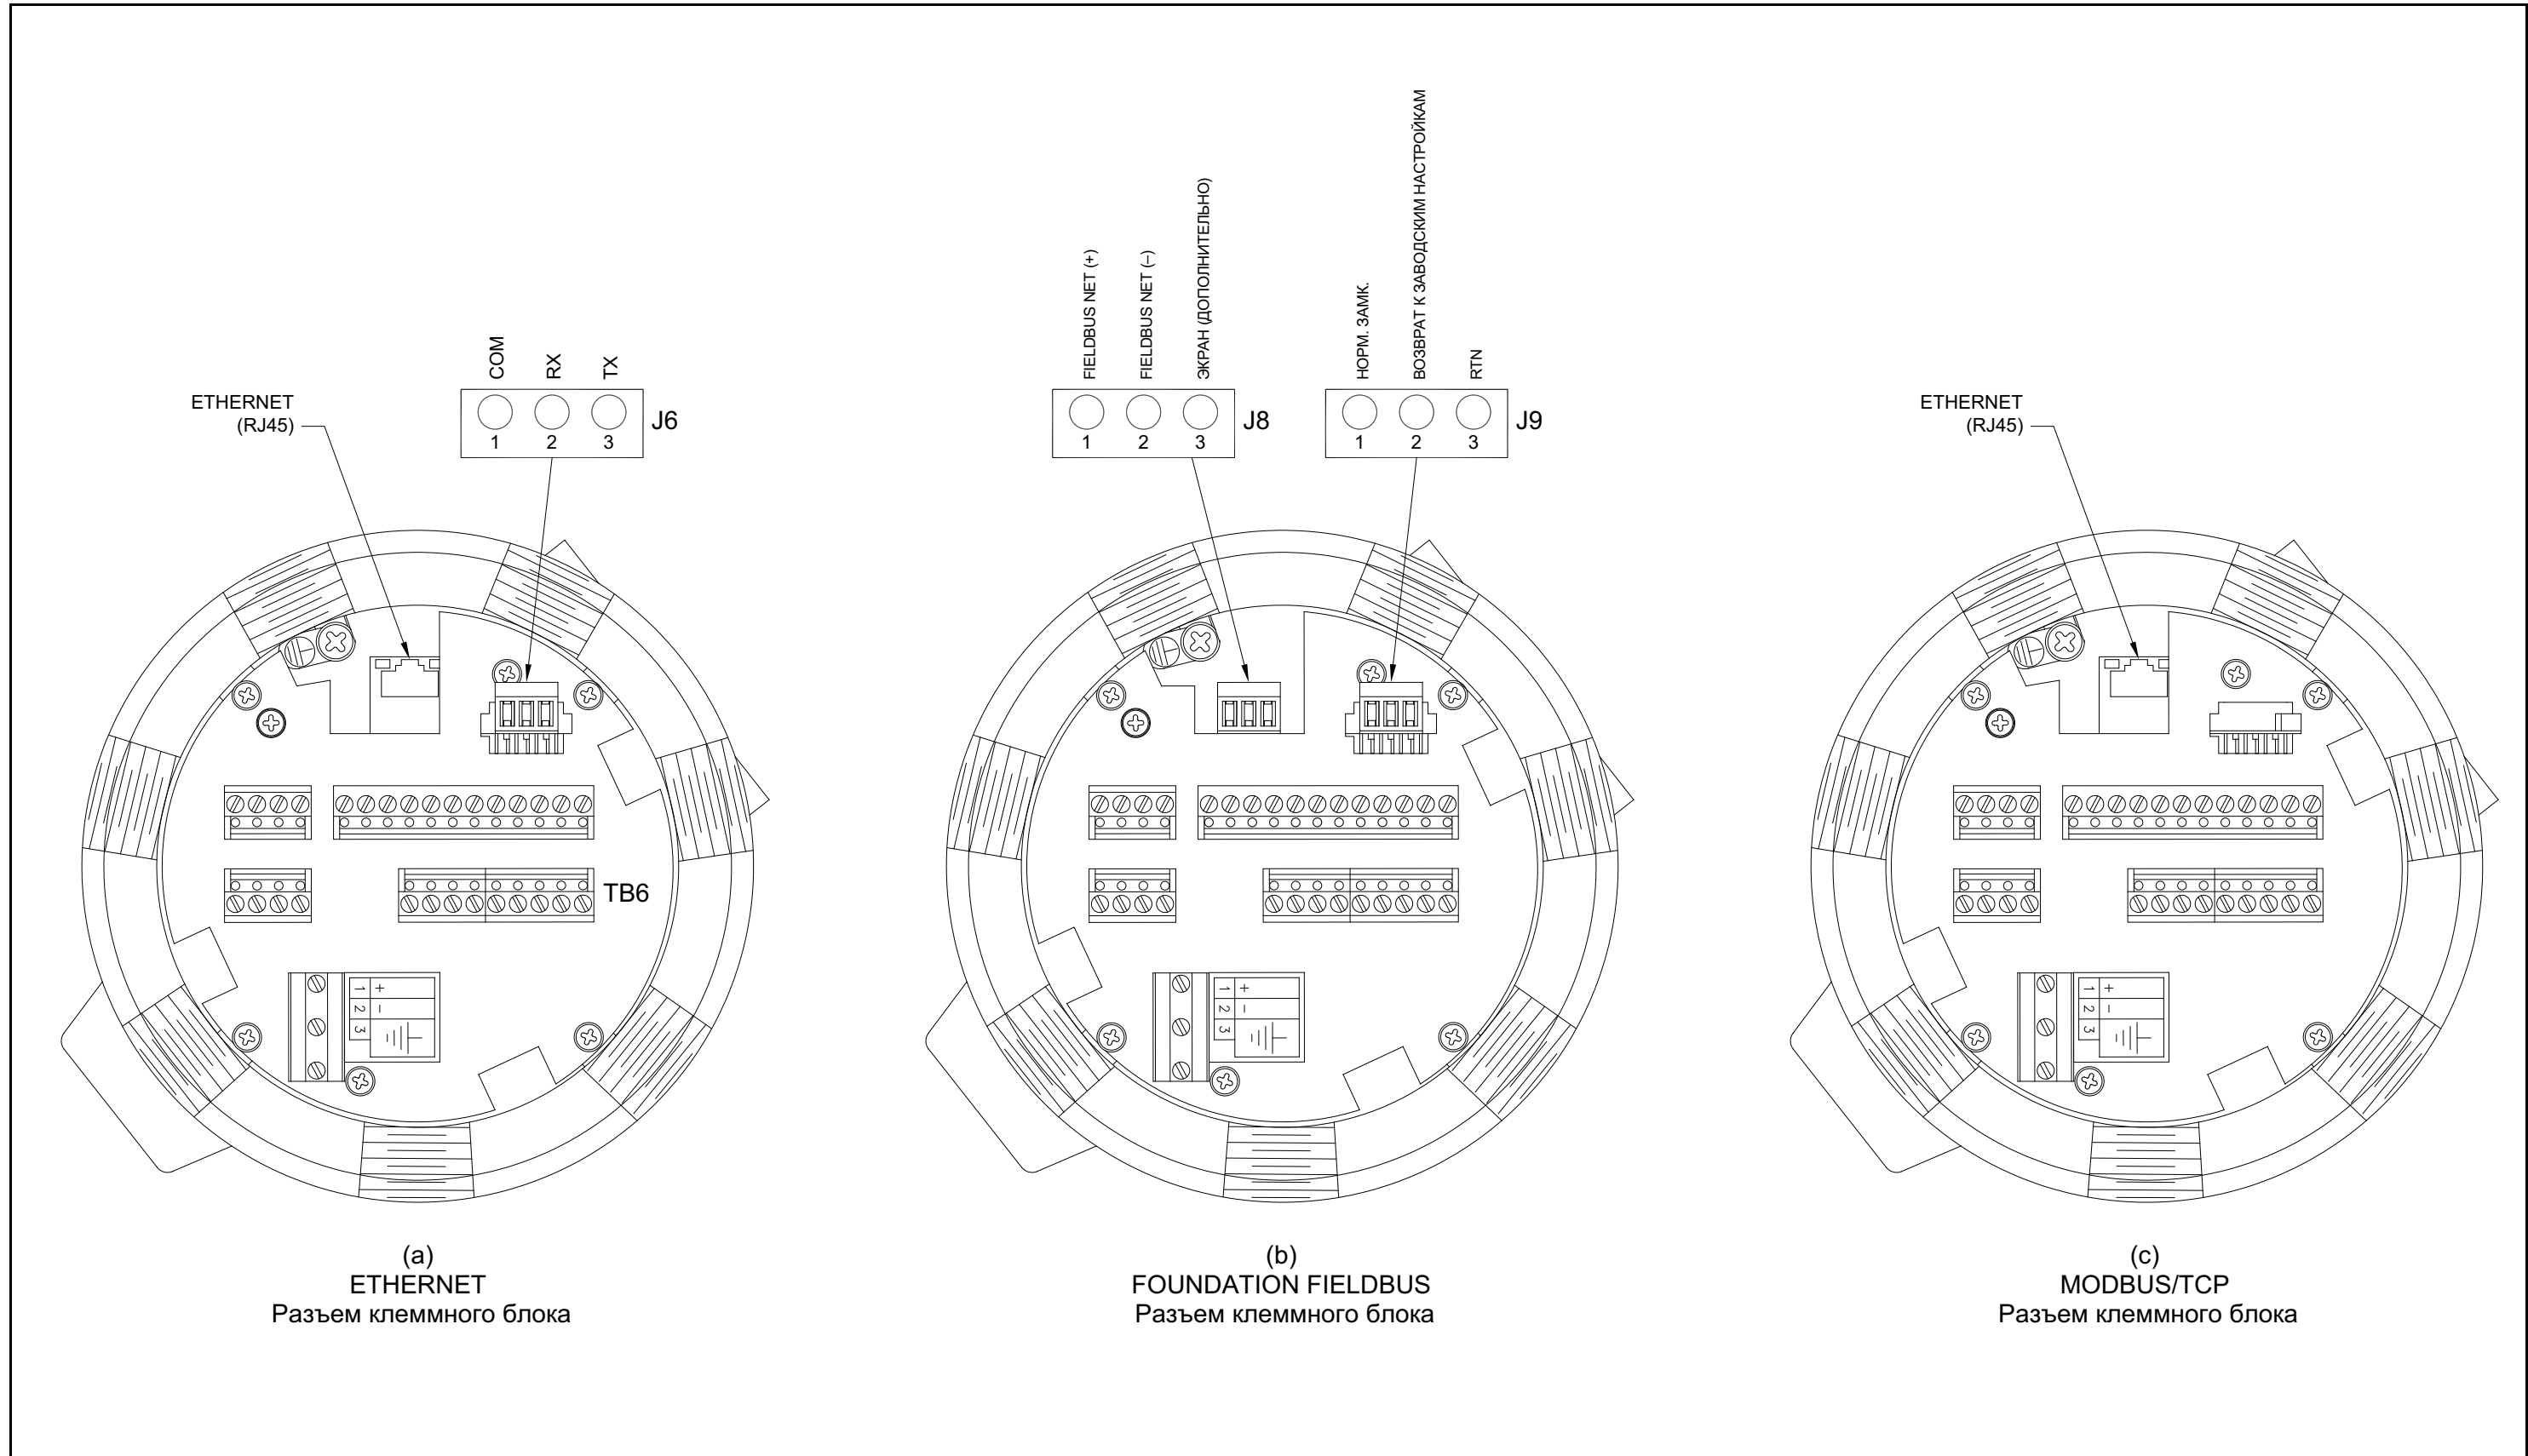

Рис. 11: Соединения клеммной колодки — Ethernet, сетевая шина Foundation Fieldbus и MODBUS/TCP
Покупатели могут также использовать модифицированное устройство XGF868i, в котором предусмотрен интерфейс MODBUS/TCP для связи с внутренней сетью. Дополнительная плата MODBUS/TCP с уникальным MAC (IP)-адресом (устанавливается только в Слот 2) снабжена коннектором RJ45. Для подключения к сети устройства XGF868i с функцией MODBUS/TCP вставьте разъем кабеля RJ45 в гнездо, проведите кабель через одно из отверстий кабельного канала, используя подходящий хомут, и подключите другой конец кабеля к сети Ethernet в соответствии с инструкциями производителя (см. *Рис. 11 на стр 25*).
Модифицированное устройство XGF868i может использовать Ethernet-интерфейс для связи с локальной сетью. Дополнительная плата Ethernet с уникальным MAC (IP)-адресом (устанавливается только в Слот 2) снабжена коннектором RJ45. Для подключения к сети устройства XGF868i с функцией Ethernet вставьте разъем кабеля RJ45 в гнездо, проведите кабель через одно из отверстий кабельного канала, используя подходящий хомут, и подключите другой конец кабеля к сети Ethernet в соответствии с инструкциями производителя. Между дополнительной платой Ethernet и разъемом RS232 на XGF868i обязательно требуется внешнее подключение, как показано в *Таблица 4* и *Рис. 11 на стр 25*.
Чтобы подключить интерфейс Foundation Fieldbus к устройству XGF868i, установите сетевые соединения на контактах 1 и 2 клеммной колодки J8, как показано на чертеже Y, *Рис. 11 на стр 25*. В зависимости от схемы сетевых соединений к контакту 3 на J8 можно также подключить экран.